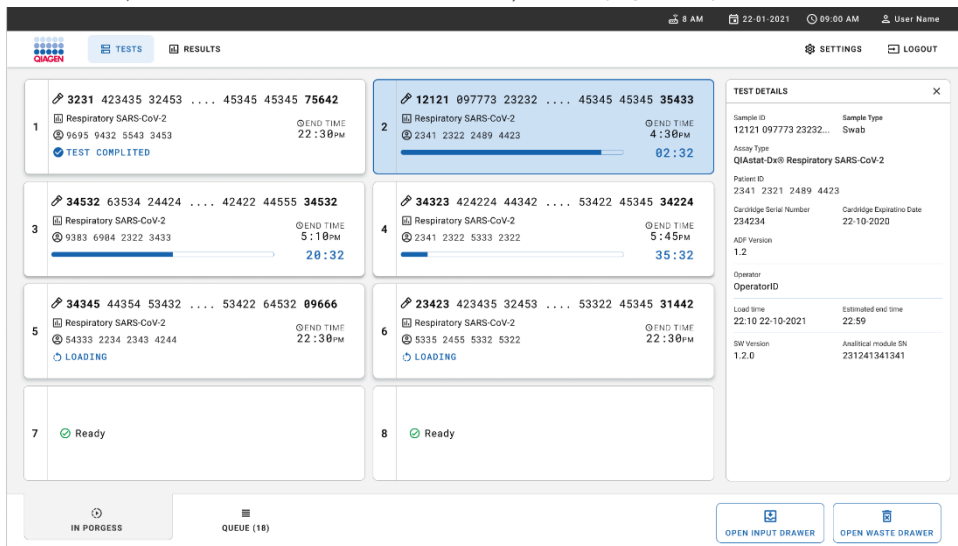

Figura 33. Ecranul cu informații despre executarea testărilor din lista de așteptare.
17. În timpul rulării testărilor, pe ecranul tactil sunt afișate timpul de rulare rămas și alte informații pentru toate testările din lista de așteptare (Figura 33).